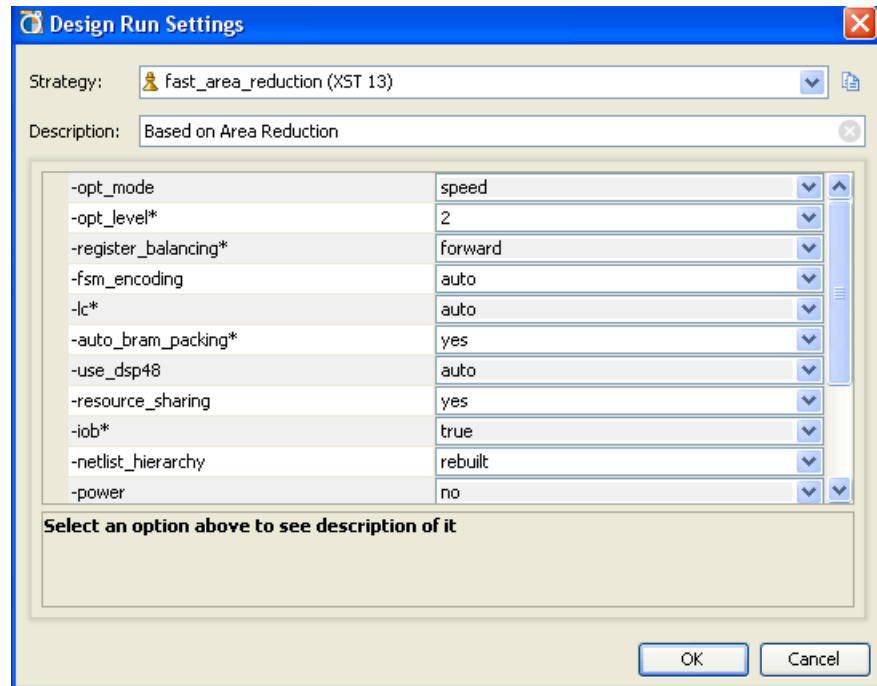

図 6-4 : 合成 run に対するデザイン run の設定
- [Options] : 合成に適用するストラテジを選択します。参照ボタンをクリックして [Design Run Settings] ダイアログ ボックスを開いて、その run の XST コマンド ライン オプションを変更します。図 6-4 に、[Design Run Settings] ダイアログ ボックスを示します。XST コマンド ライン オプションの詳細は、『XST ユーザー ガイド \(Virtex-6、Spartan-6、および 7 シリーズ用\)』 \(UG687\) または 『XST ユーザー ガイド \(Virtex-4、Virtex-5、Spartan-3、および CPLD デバイス用\)』 \(UG627\) を参照してください。